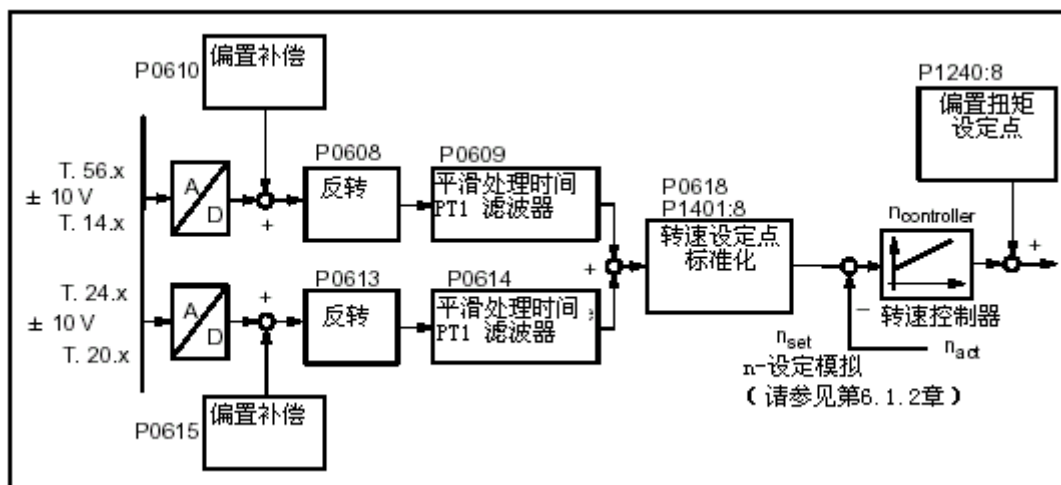

图 6-46 通过端子 56.x/14.x 和/或者端子 24.x./20.x 的闭环转速控制
24.x /20.x 的 n-设定方式 转速设定点的电压取决于模拟输入点的参数化, 可以由端子 56.x 或者 14.x 的电压和/ 或者端子 24.x /20.x 的电压以及相应的偏置修正和转换等组合获得 (请参见图 6-46)。